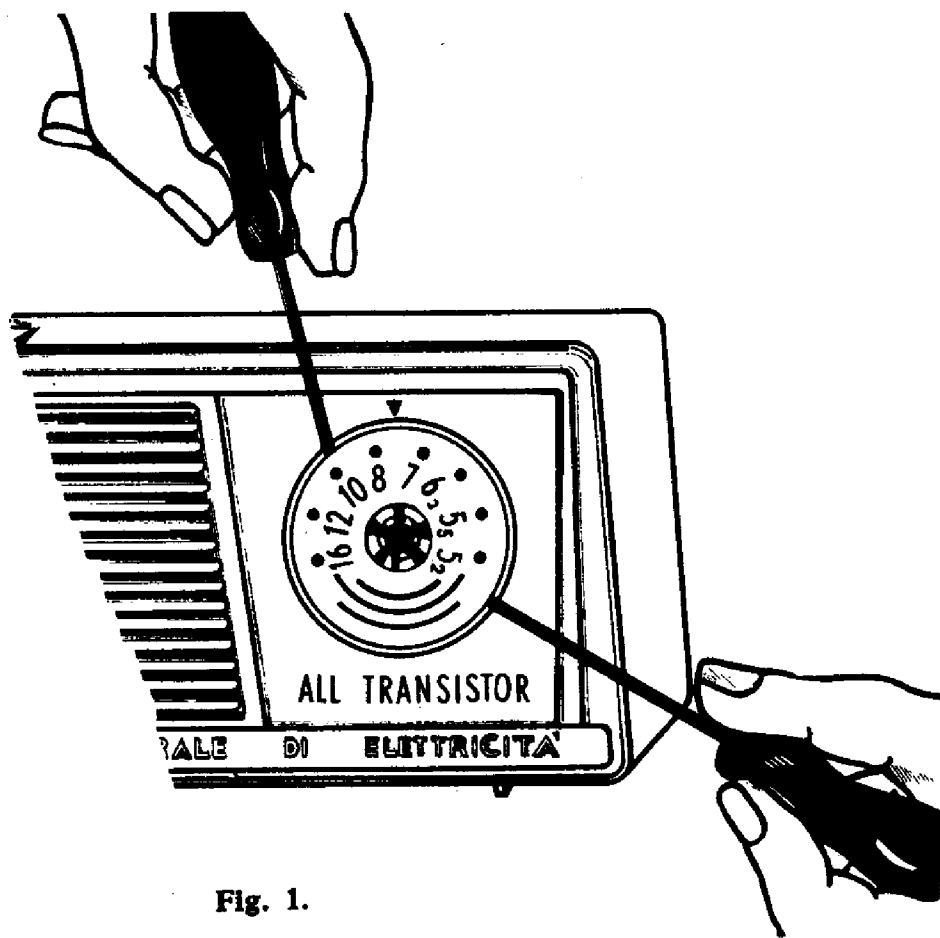

Fig. 1.
- 2) togliere il disco scala come mostra la fig. 1.